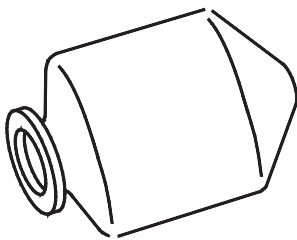

Figure 26 – Expulsion de tout l'air présent dans la vessie
- Placer la vessie sur une surface propre en plaçant l'ouverture à une extrémité et l'aplatir de manière à la vider d'air. Aplatir les extrémités (voir Figure 26).